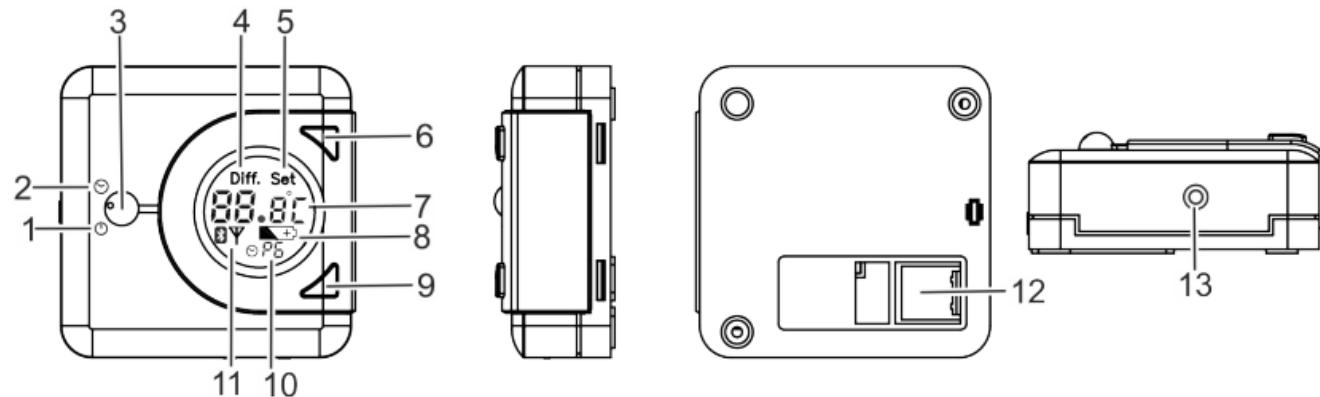

Fig. 1: Vista general del thermio™ essential smart
1. Per visualizzare l'ora premere il tasto basculante (Fig. 1/1) verso l'alto.
1. Per attivare il blocco tasti, premere il tasto basculante (Fig. 1/3) verso il basso e, contemporaneamente, il tasto Su (Fig. 1/6).
1. Per mettere in stand-by l'apparecchio, premere il tasto basculante (Fig. 1/3) verso il basso.
- Inserte los cables de conexión en el aparato a través del pasacables (Fig. 1/7).